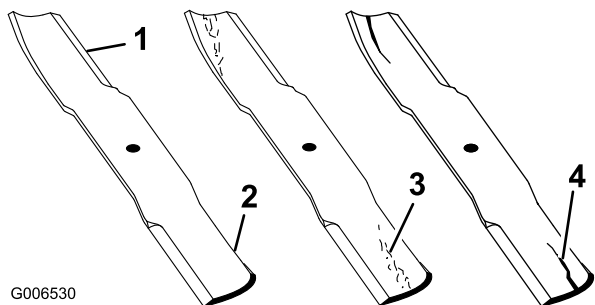

Bild 25
4. Prüfen Sie die Schnittkanten des Messers sorgfältig, insbesondere dort, wo die geraden Flächen die gebogenen berühren (Bild 25).
gebogenen Teilen verbindet, müssen Sie das Messer vor jedem Einsatz der Maschine prüfen. Tauschen Sie das Messer aus, wenn Sie eine Abnutzung feststellen (Bild 25); siehe „Entfernen des Schnittmessers“.
Wenn sich das Messer abwetzen kann, bildet sich ein Schlitz zwischen dem Windflügel und dem flachen Teil des Messers (Bild 25). Zuletzt kann sich ein Stück des Messers lösen und aus dem Gehäuse herausgeschleudert werden. Das kann zu schweren Verletzungen bei Ihnen selbst und Unbeteiligten führen.